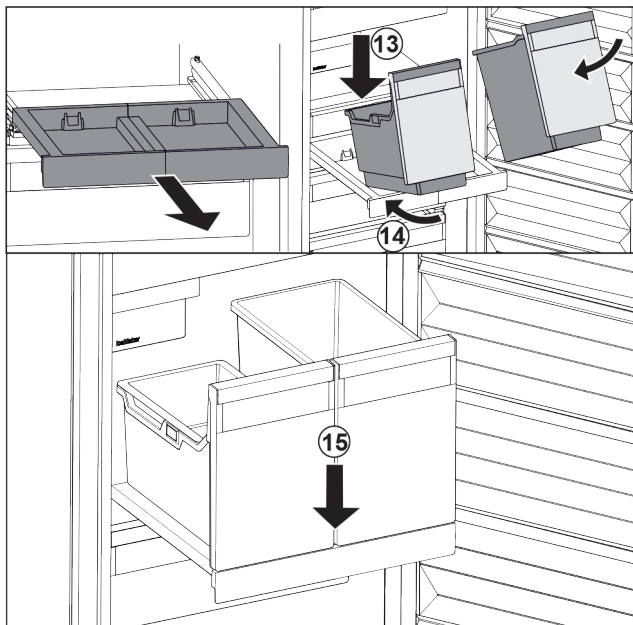

Fig. 197
- Uzlieciet tvertni ieslīpi uz izvelkamā plaukta. Fig. 197 (13)
- Iebīdīiet tvertni ieslīpi uz aizmuguri. Fig. 197 (14)
- Nolaidiet tvertni priekšā. Fig. 197 (15)